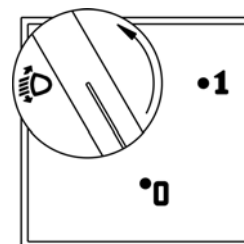

Рис. 5.6. Ручка блока управления корректором фар
**7 – ручка управления электрокорректором фар** в зависимости от загрузки автомобиля (рис.5.6.).